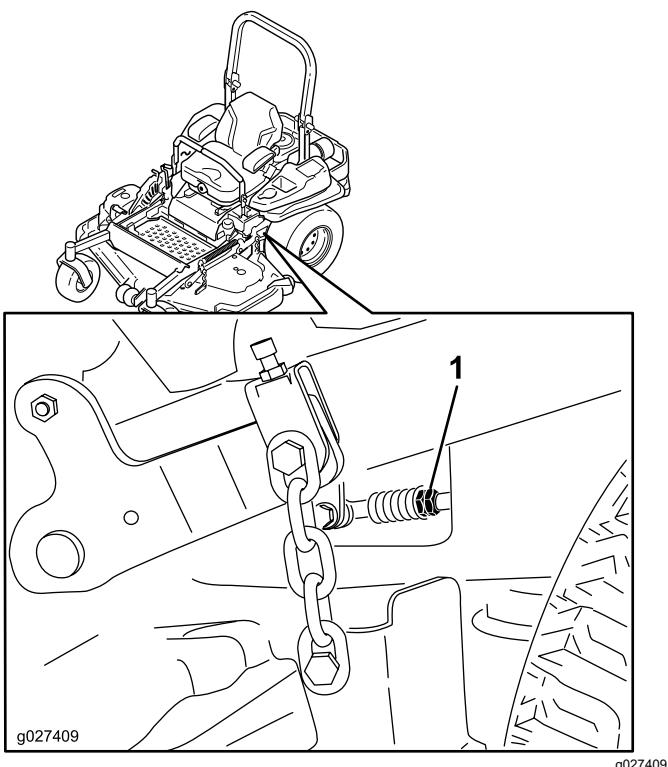

Figure 79
10. Réglez la longueur des tiges de pompes en tournant les doubles écrous dans le sens voulu jusqu'à ce que les roues tournent légèrement en marche arrière (Figure 79).